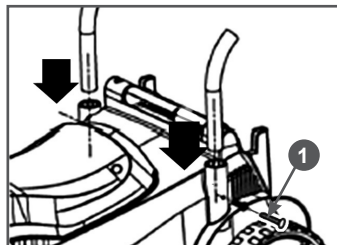

Рис. 4 Установка рабочей рукоятки
4. Установите нижнюю часть рабочей рукоятки в специальные гнезда на корпусе газонокосилки (Рис. 4) и закрепите их шурупами 1.